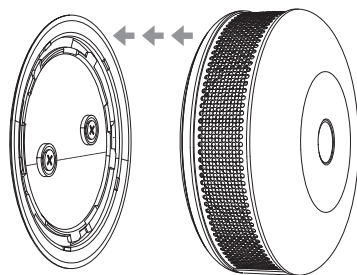

Fig. 6.
6. Befestigen Sie das Gerät an der Abdeckung (Fig. 6).